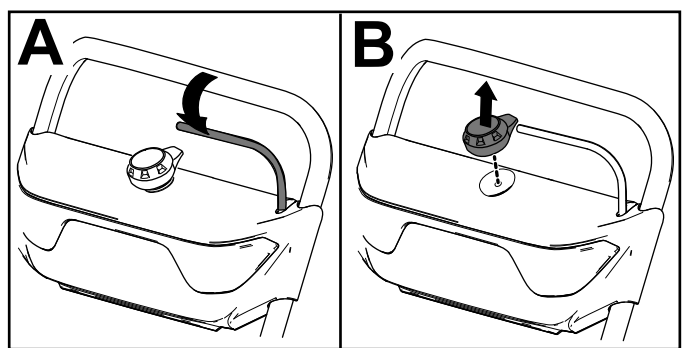

Figure 14
1. Relâchez la barre (A de la Figure 14).
2. Retirez le bouton de démarrage électrique du démarreur électrique (B de la Figure 14).